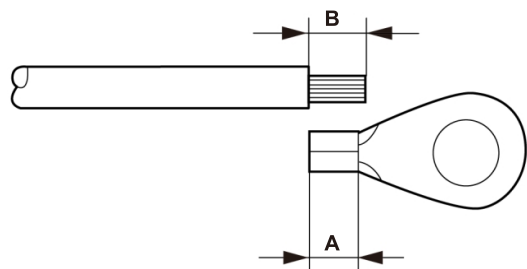

Figure 3.15 Longueur appropriée
- 3) Dénudez l'isolant du câble de mise à la terre à une longueur appropriée (voir figure 3.15).